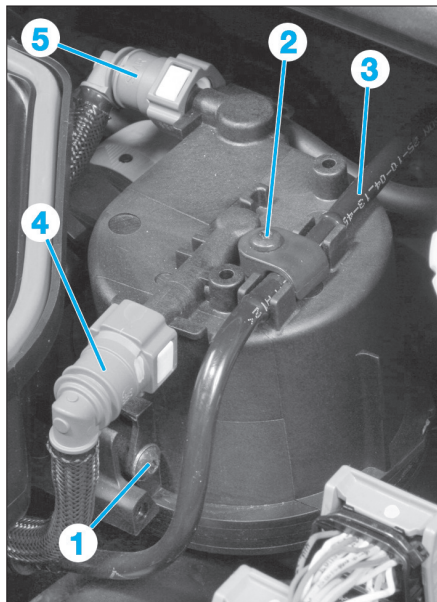

Fig. 36
- la vis (1) (Fig.36),
- la vis (2),
- dégrafer le tuyau (3).
- Désaccoupler les tuyaux (4) et (5) et les obturer à l'aide de bouchons appropriés (Fig.36).